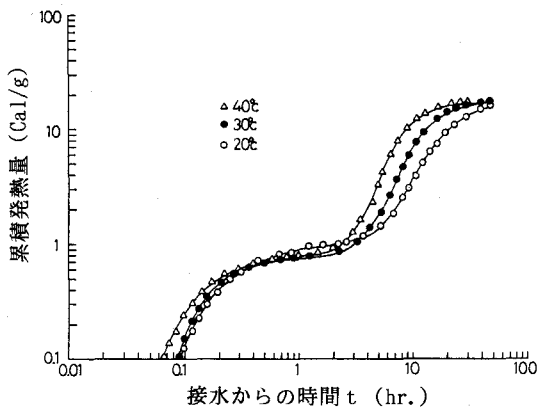
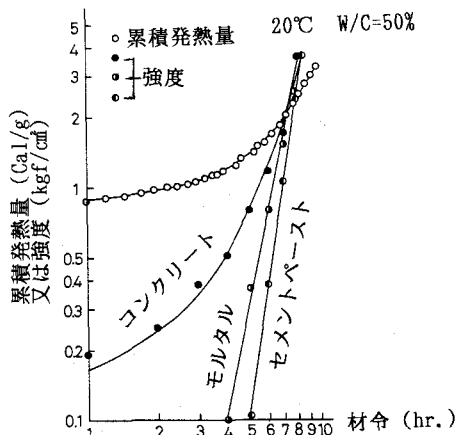

図4 累積水和発熱量
図5 累積水和発熱量と若材令強度の関係
(1)式をシンプソン公式により数値積分して得られる累積水和発熱量は図4に示し、これと20℃で水セメント比50%のセメントペースト、モルタルおよびコンクリートの強度の関係は、材令1~10時間の範囲内で、図5に示すとおりである。ほぼ比例関係が認められるが、粉粒体特性が加わるため複雑であり、今後の課題としたい。